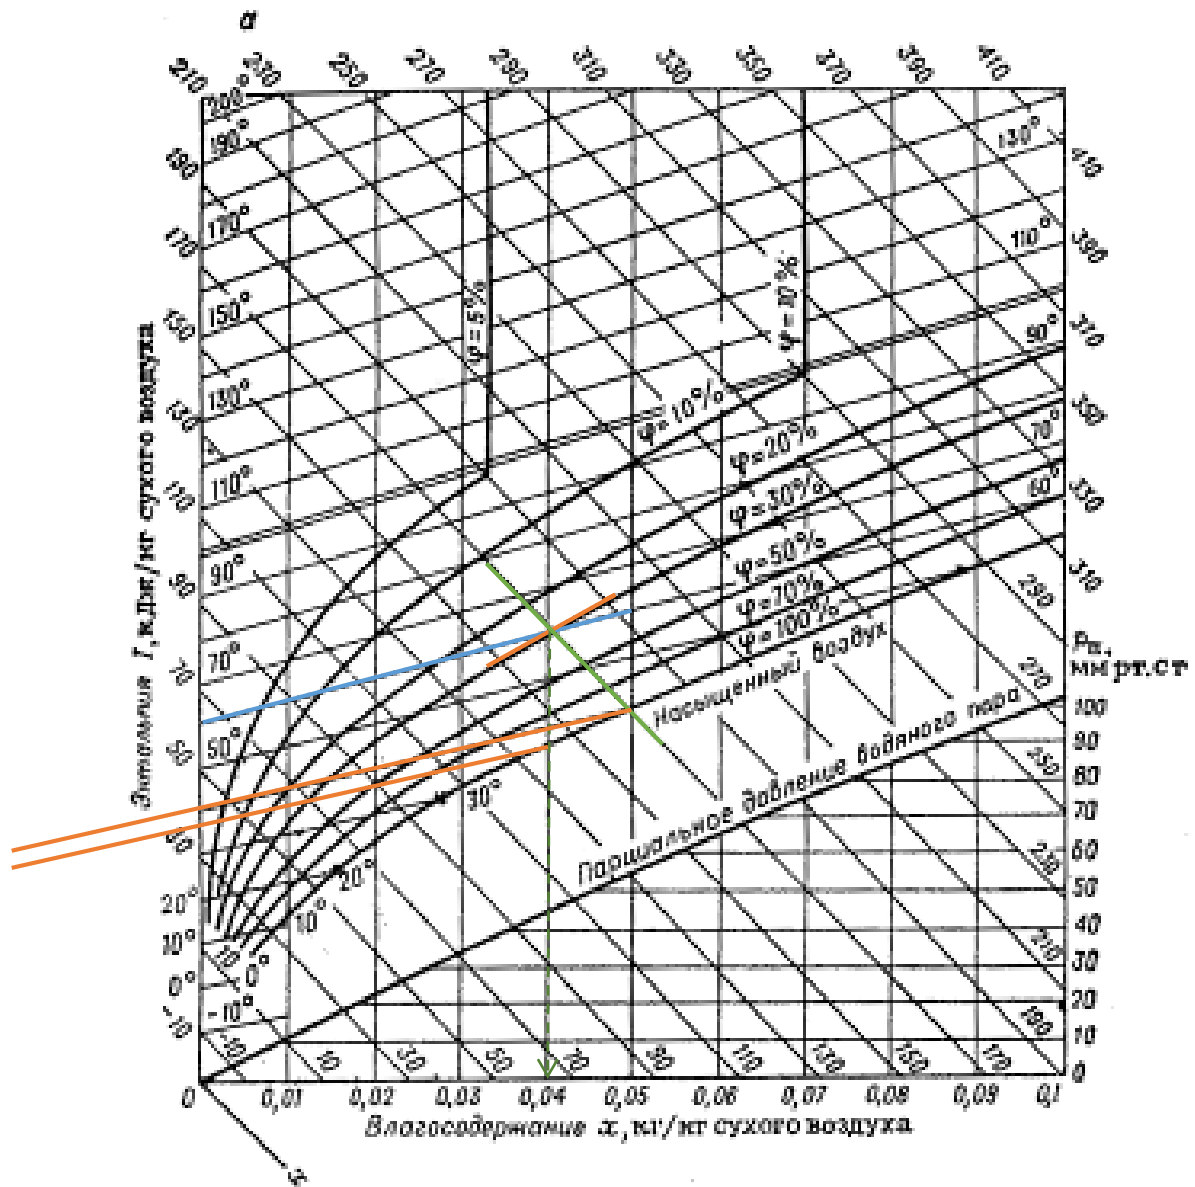

Рис. 8.1- I-d діаграма вологого повітря
На рис. 8.1 показана I-d (I-x) діаграма вологого повітря. I – ентальпія вологого повітря (кДж/кг), d (г/кг), x (кг/кг) – вологовміст.
Основні параметри вологого повітря (t , φ , $p_{\text{п}}$, I , d) взаємно пов'язані і змінюються в процесі сушіння. Цей взаємозв'язок найбільш наочно зображується графічно на діаграмі стану вологого повітря (рис. 8.1), запропонованої професором Л. К. Рамзіним у 1918 р., яка широко використовується при розрахунку процесу сушіння і сушильних апаратів. Діаграма побудована в координатах I - d за допомогою рівнянь (40) і (45) для барометричного тиску 745 мм рт. ст. (99,3 кПа), який можна вважати